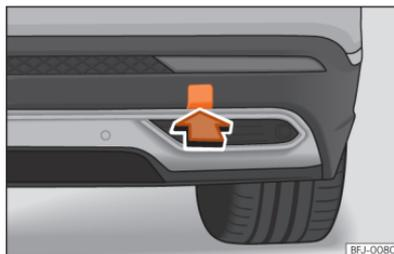

Abb. 227 Auf der rechten Seite des hinteren Stoßfängers: Abdeckung entfernen.
Die Abschleppöse wird in die hinter einer Abdeckung auf der rechten Seite des hinteren Stoßfängers befindliche Aufnahme eingeschraubt » (Abb. 227).
- Auf den unteren Bereich der Abdeckung » (Abb. 227) drücken, um die Verrastung zu lösen.